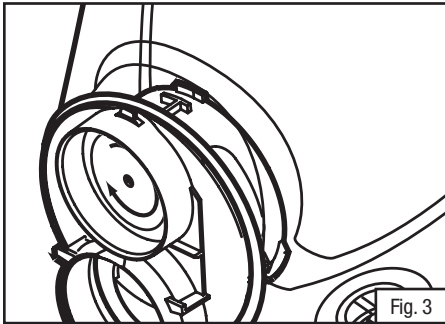

Fig. 3
4. Coloque la nueva válvula 6889 sobre el puerto de exhalación y empuje o presione el vástago de la válvula en el orificio central (Fig. 3). Asegúrese que la válvula esté bien asentada y que gire libremente en el montaje.